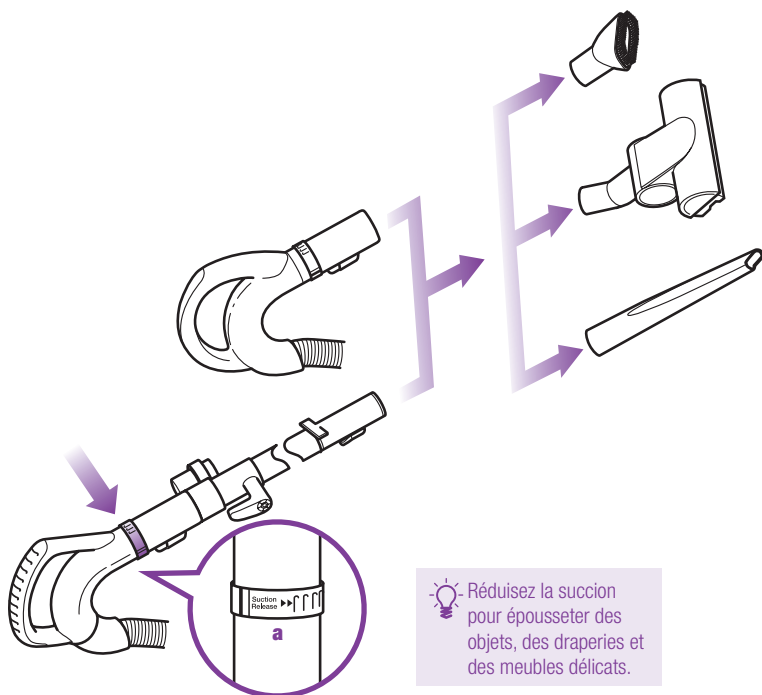

Fig. 16 Bague de réglage de la succion
- 2 Fixez l'accessoire désiré à l'extrémité de la poignée ou du tube-rallonge. (Fig. 16)
surfaces délicates et des draperies. Fermez la soupape (a) en faisant tourner la bague de 90° dans le sens des aiguilles d'une montre afin d'augmenter la puissance d'aspiration et lors de l'utilisation de la brosse motorisée portable. (Fig. 16-a)